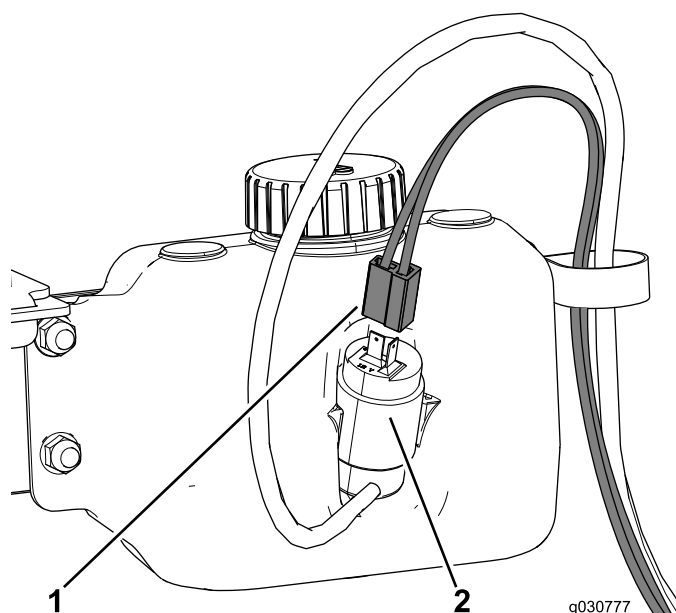

Figure 48
4. Faites passer le faisceau de câblage du réservoir de lave-glase dans le collier en R et branchez-le au réservoir (Figure 48).